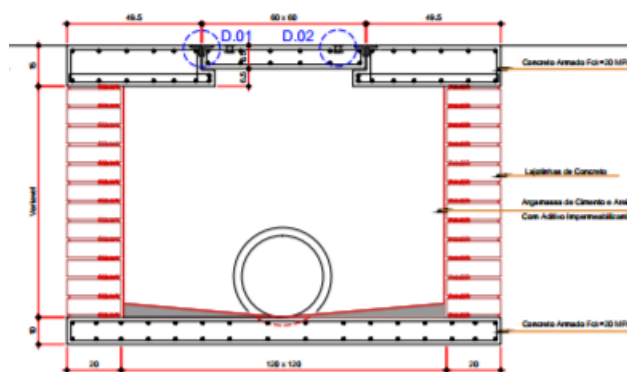

Figura-3: Caixa de passagem em corte
5.2. Caixas de passagem: As caixas de passagem servem para direcionar o fluxo de água até o seu lançamento no ambiente. A figura-3, mostra o tipo de caixa de passagem a ser utilizada em Barra Longa.